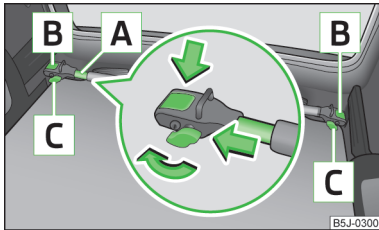

Fig. 56
- › Afloje los tornillos de seguridad **C** » fig. 56 y sáquelos un poco, para que se desbloqueen así las fijaciones **B**.